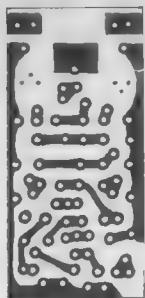

Fig. IX-3. — CI pour ampli à transistors.
b) Le circuit imprimé. (Voir fig. IX-3.)